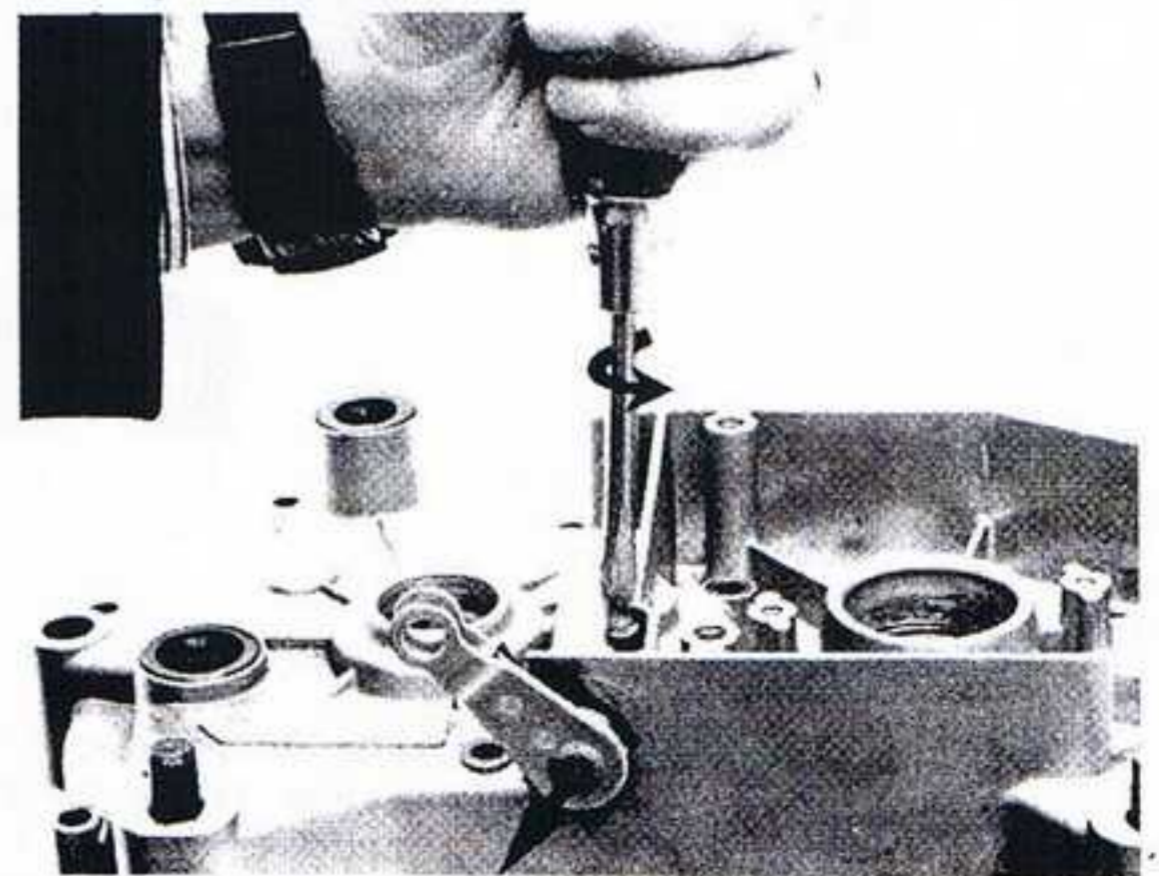

fig.21
- Sortir le levier avec son ressort (fig.21).